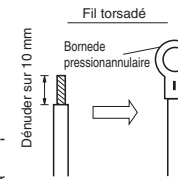

Fig. 4-5
- (1) Couper l'extrémité de câble avec une pince coupante, puis dénuder l'isolant pour exposer le fil torsadé sur environ 10 mm, et bien torsader les brins du fil. (Fig. 4-5)
- (2) En utilisant un tournevis cruciforme, enlever la ou les vis de borne de la plaque à bornes.
- (3) Avec un outil de serrage de connecteur à anneau ou une pince, serrer chaque extrémité de câble dénudée avec une borne de pression à anneau.
- (4) Placer la borne à anneau de pression, remplacer et serrer la vis de borne enlevée en utilisant un tournevis.